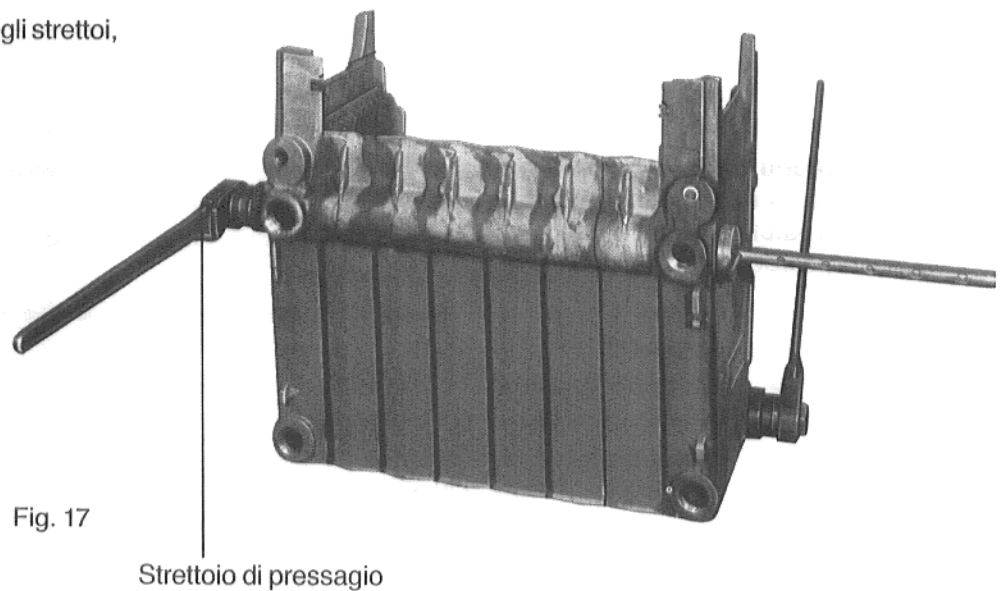

Fig. 17
- Pressare il blocco caldaia con gli strettoi, uniformemente (Fig. 17).